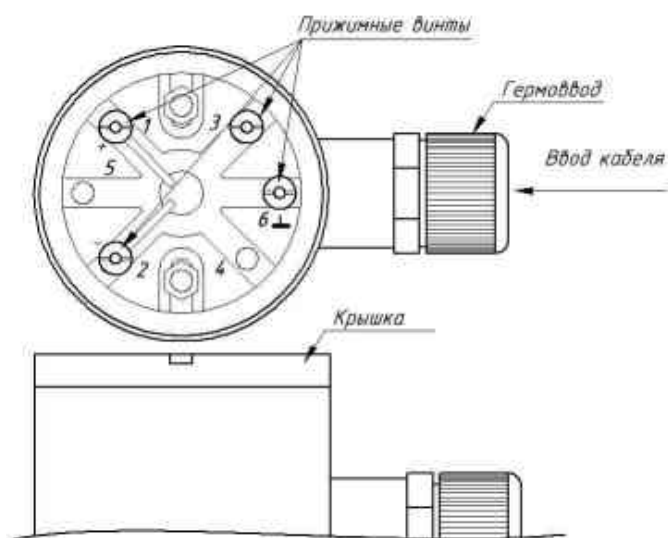

Рисунок 8.2 – Электрический присоединение датчика
8.48 Электрическое присоединение датчика корпуса «Н1» (см. рисунок 8.2):